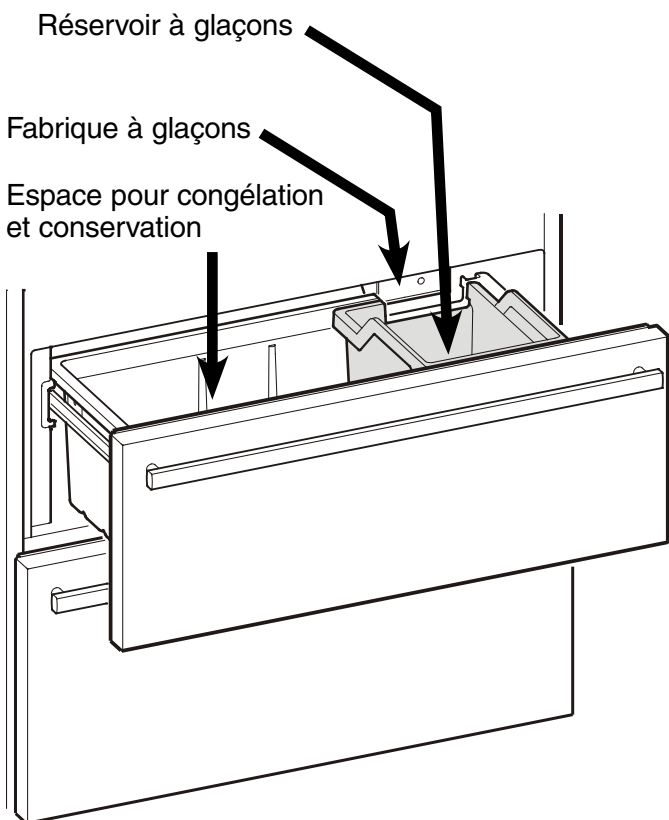

Figure 16
Description du compartiment congélateur - Figure 16
- La fabrique à glaçons ne peut fabriquer des glaçons que si le tiroir supérieur du compartiment congélateur est complètement fermé et le réservoir à glaçons correctement installé (**Figure 16**).
- Pour finir, nettoyer le réservoir à glaçons (**Figure 16**).
Les glaçons tombent de la fabrique à glaçons dans le réservoir à glaçons (**Figure 16**). A partir d'une certaine quantité, la production de glaçons s'arrête automatiquement. La fabrique à glaçons ne remplit pas entièrement le réservoir.
S'assurer que le tiroir supérieur du congélateur est complètement fermé et que le réservoir à glaçons est installé correctement (**Figure 16**).